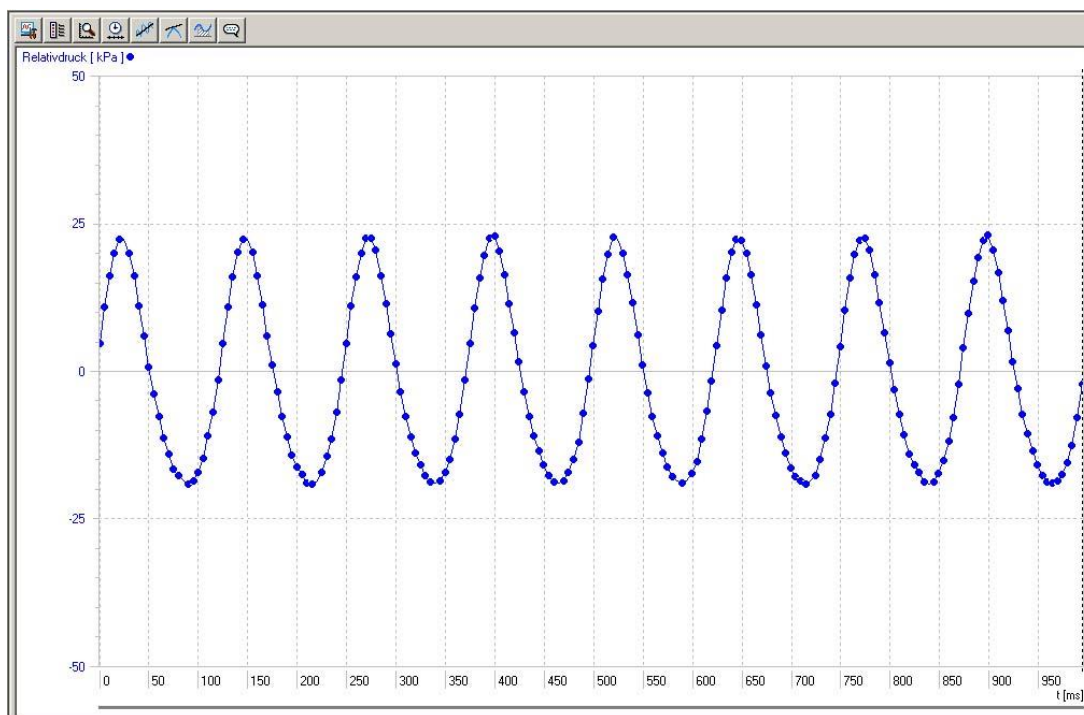

Fig. 2 Courbe de pression dans le moteur Stirling 1002594
- Évaluez la courbe de mesure (fig. 2).